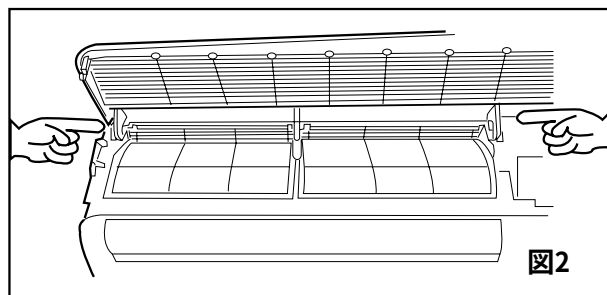

図2
2. パネルが水平になる（止まる）ところまで開きます。そのままの状態でも前面パネルの左右のヒンジ部分（図2）を本体側の突起のヒンジの穴から片方ずつはずします。パネルを手前に引き出すと、中央のヒンジも本体から外れ、パネルを取り出せます。